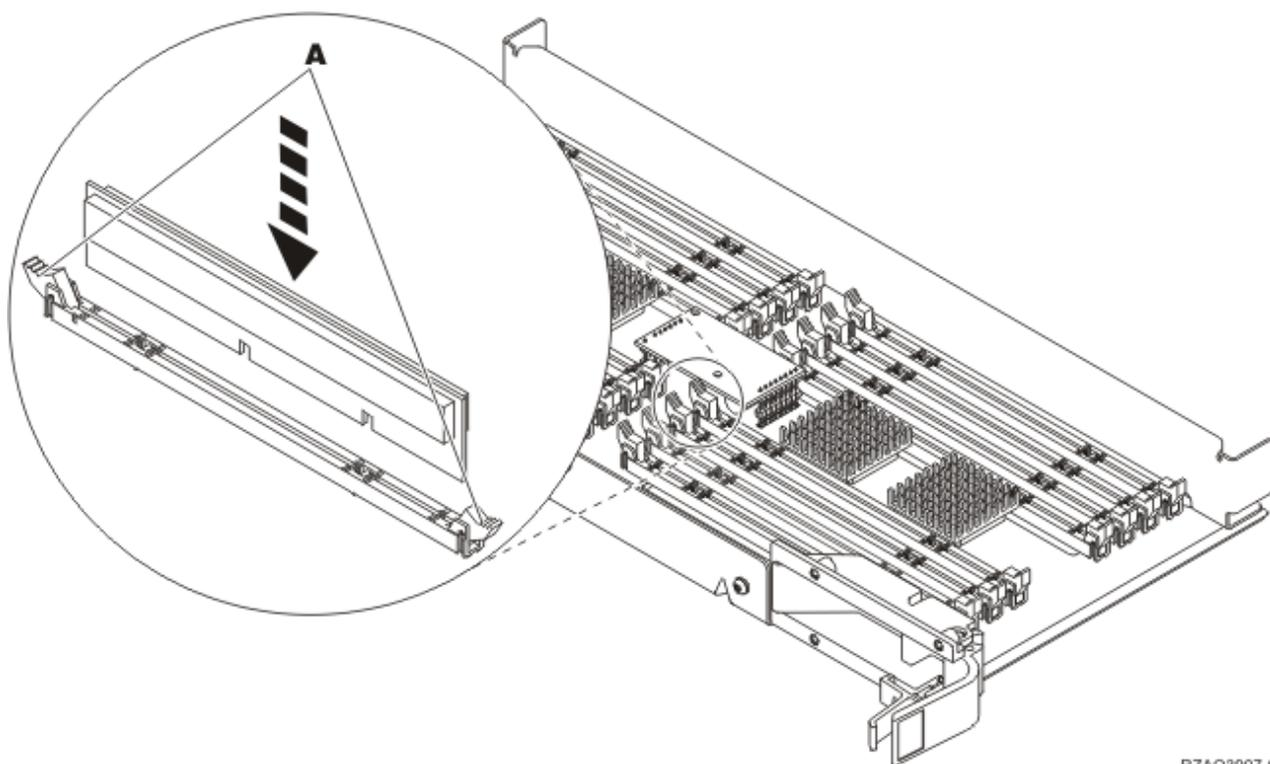

Figura 30. Instalar Placas de Memória
- \_\_\_ a. Empurre para fora os trincos **A**, localizados em cada uma das extremidades da placa de preenchimento, Figura 30 na página 36.
- \_\_\_ 9. Consulte Figura 30 na página 36 para instalar a placa de memória com o seguinte procedimento:
- \_\_\_ b. Alinhe a placa conforme está exemplificado na Figura 30 na página 36.